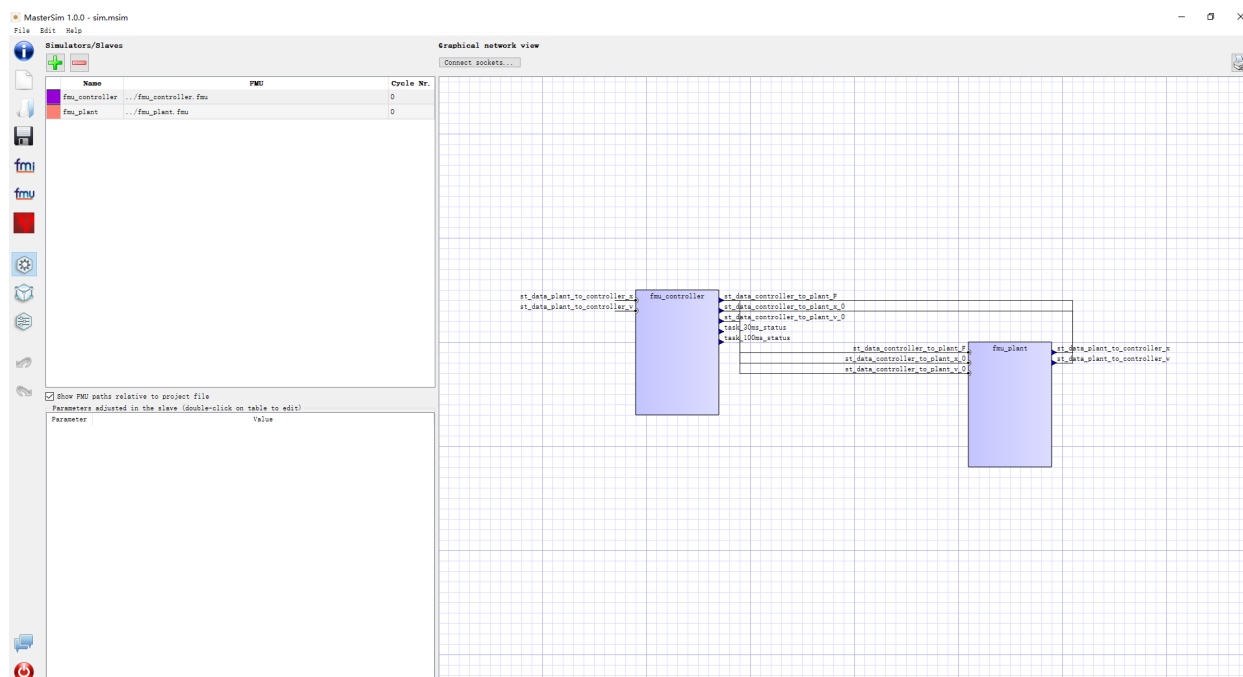

图 3.10: MasterSim 中的模型连接
- 我们这里重新生成了其中的 FMU 模型，但他们的连接保持测试工程中的关系不变，如 图 3.10 。